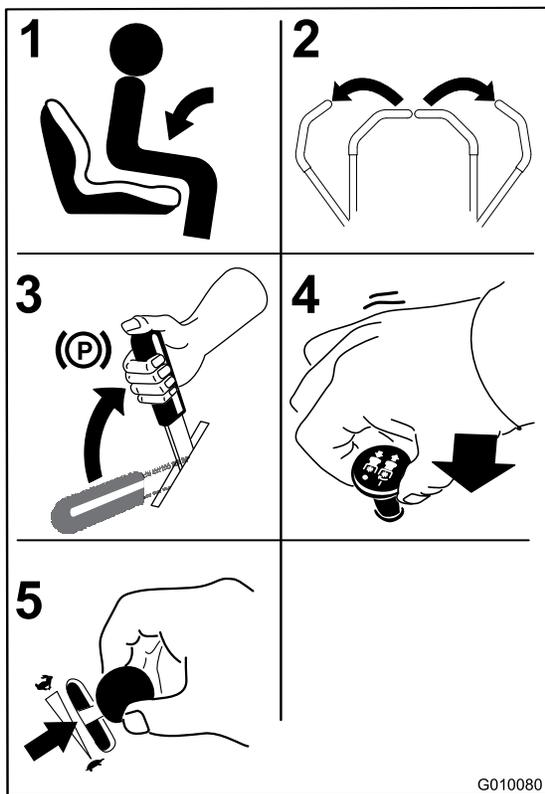

Figure 15
1. Prenez place sur le siège (Figure 15).
2. Écartez les commandes de déplacement vers l'extérieur en position de verrouillage au point mort (Figure 15).
3. Serrez le frein de stationnement (Figure 15) (voir Serrage du frein de stationnement).
4. Placez la commande des lames (PDF) en position désengagée (Figure 15).